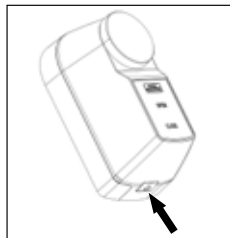
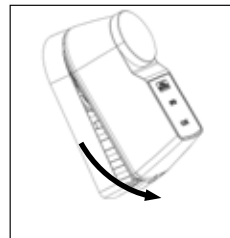

Abb. 1
Abb. 2
- ① Drücken Sie den Verschlusshaken auf der Unterseite des Motorschlosses (Abb. 1) und trennen Sie die Motoreinheit von der Rückenschale (Abb. 2). Sie erhalten die beiden Einzelteile Motoreinheit und Rückenschale (Abb. 3).